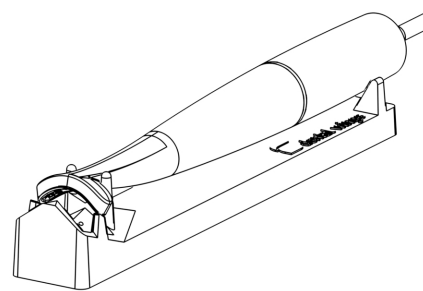

Figura 4: Uso dello strumento per il controllo di integrità
3. Posizionare il manipolo sullo strumento per il controllo di integrità, accertandosi che entrambi i lati della testa poggino interamente sullo strumento (figura 4).